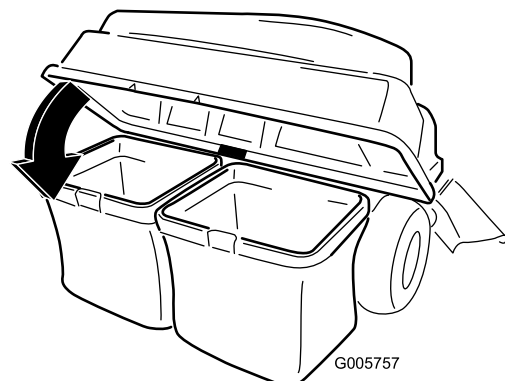

Bild 9
3. Senken Sie die Abdeckung des Heckfangsystems auf den Grasfangkorb ab (Bild 9).